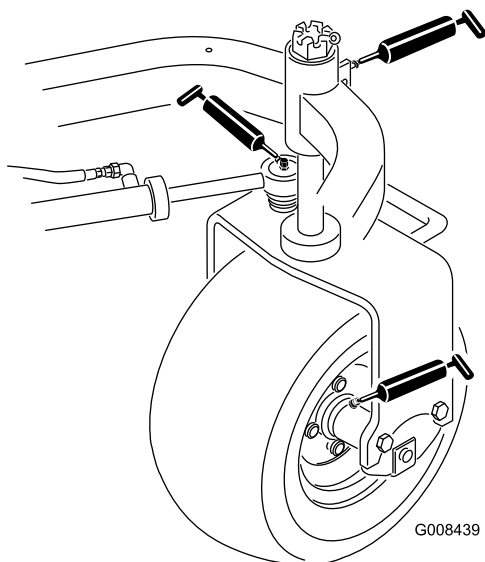

Figura 33
- Mozzo della ruota posteriore (1) (Figura 33)
- Cuscinetto della ruota orientabile (1) (Figura 33)
- Cilindro sterzante (2) (Figura 33)